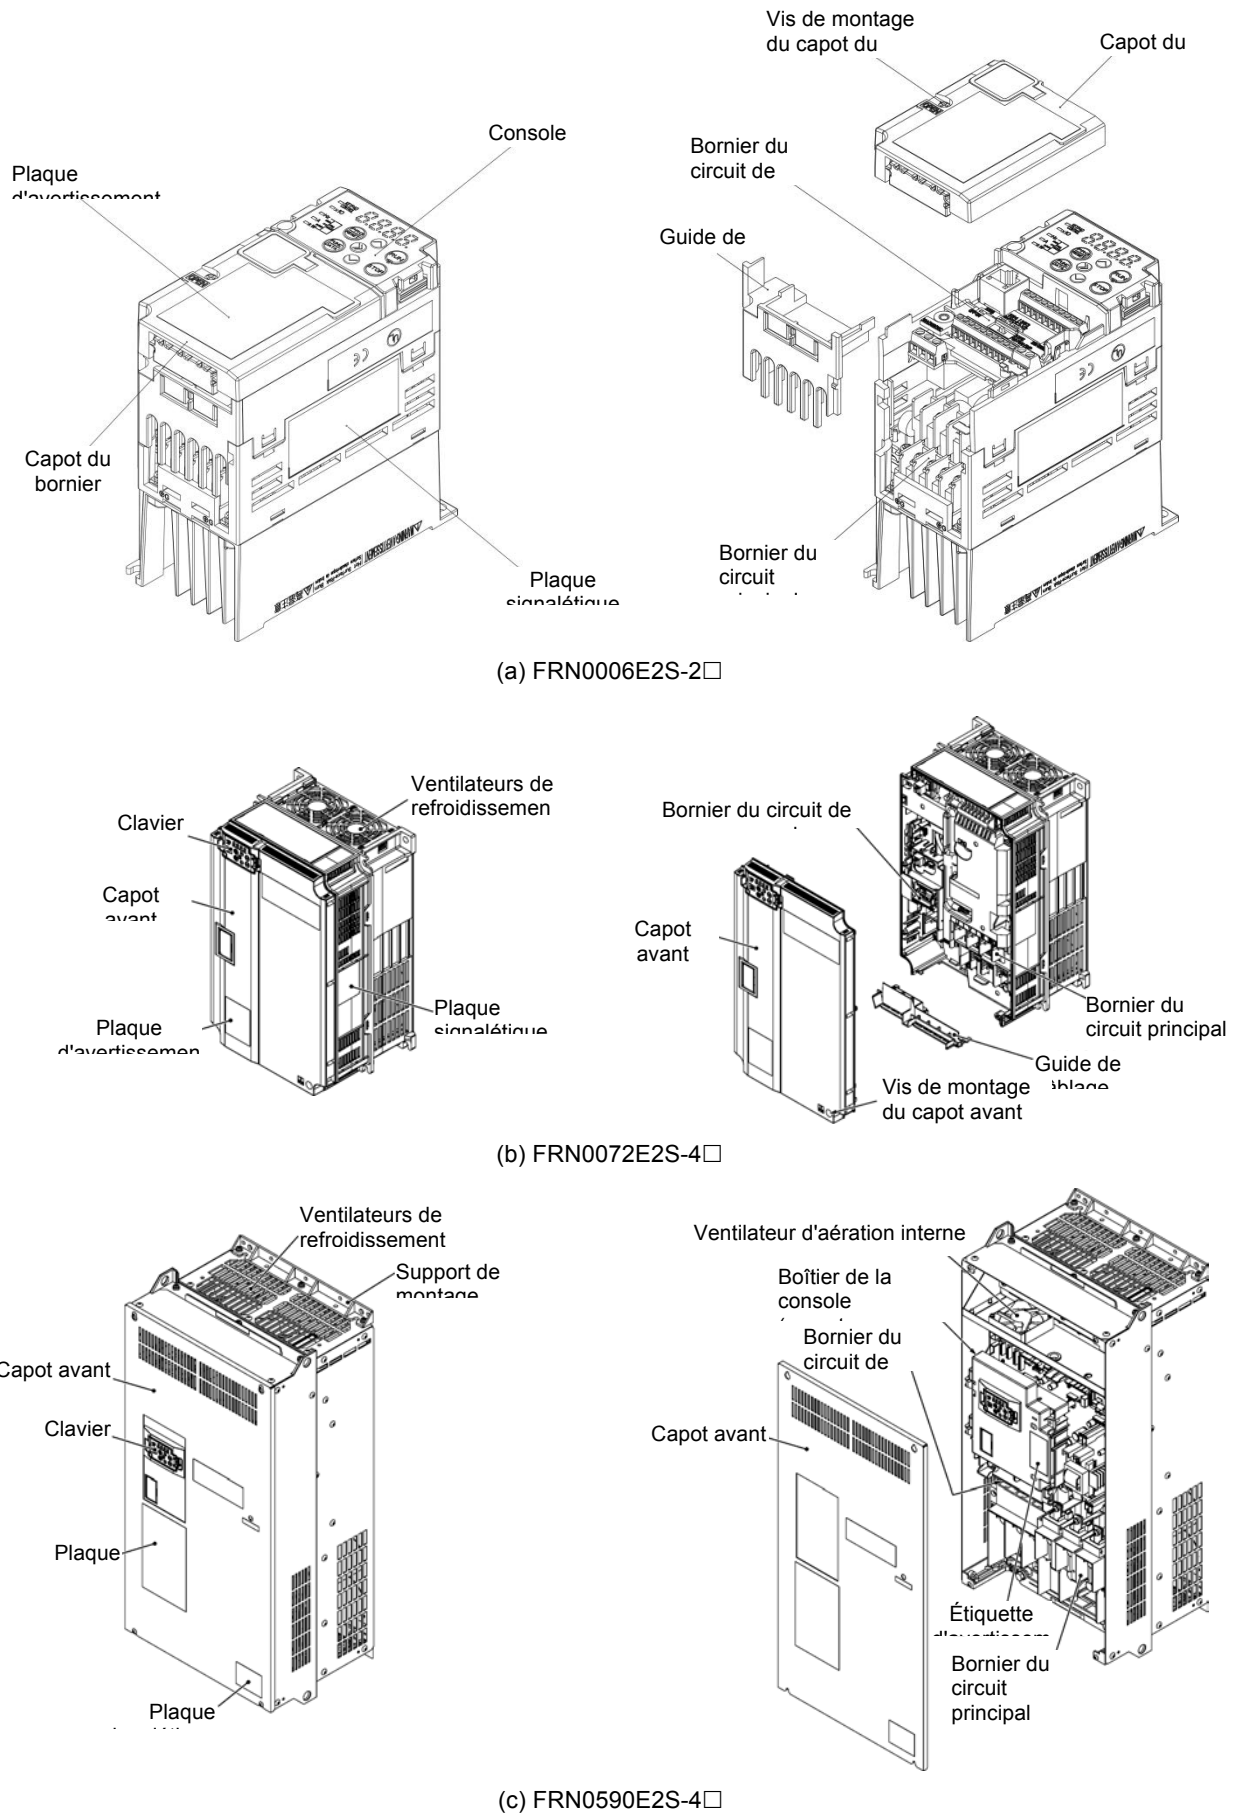

Figure 1.2-1 Vues extérieures et intérieures des variateurs
- (2) Le variateur n'a pas été endommagé durant le transport. Il ne doit pas être cabossé et aucune pièce ne doit manquer.
- (3) Le type de variateur correspond à votre commande. Vous pouvez vérifier le type et les spécifications du variateur sur la plaque signalétique. (La plaque principale et les plaques secondaires sont fixées sur le variateur, comme indiqué sur la Figure 1.2-1.)